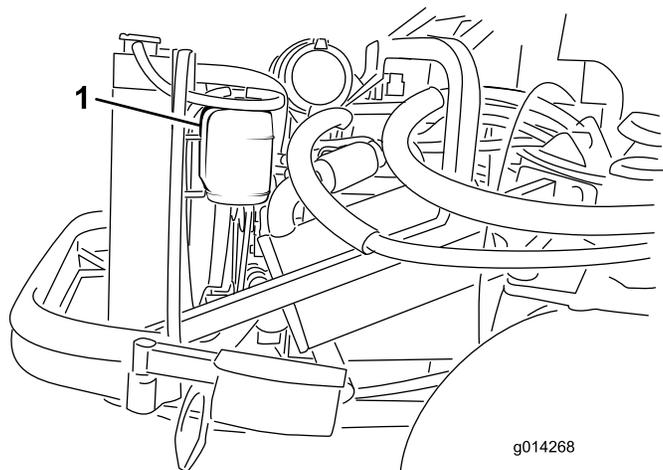

Figura 34
1. Controllate il livello di refrigerante nel serbatoio di espansione (Figura 34). Il livello di refrigerante deve essere compreso tra i segni previsti sul lato del serbatoio.